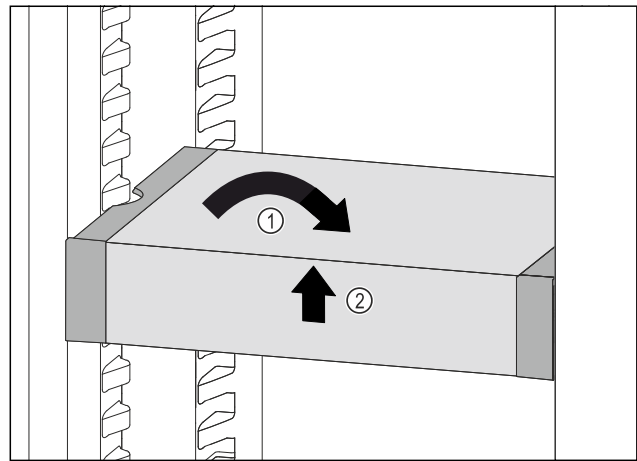

Fig. 103
- Remettre le VarioSafe droit. *Fig. 103 (1)*
- Soulever la partie avant du VarioSafe. *Fig. 103 (2)*